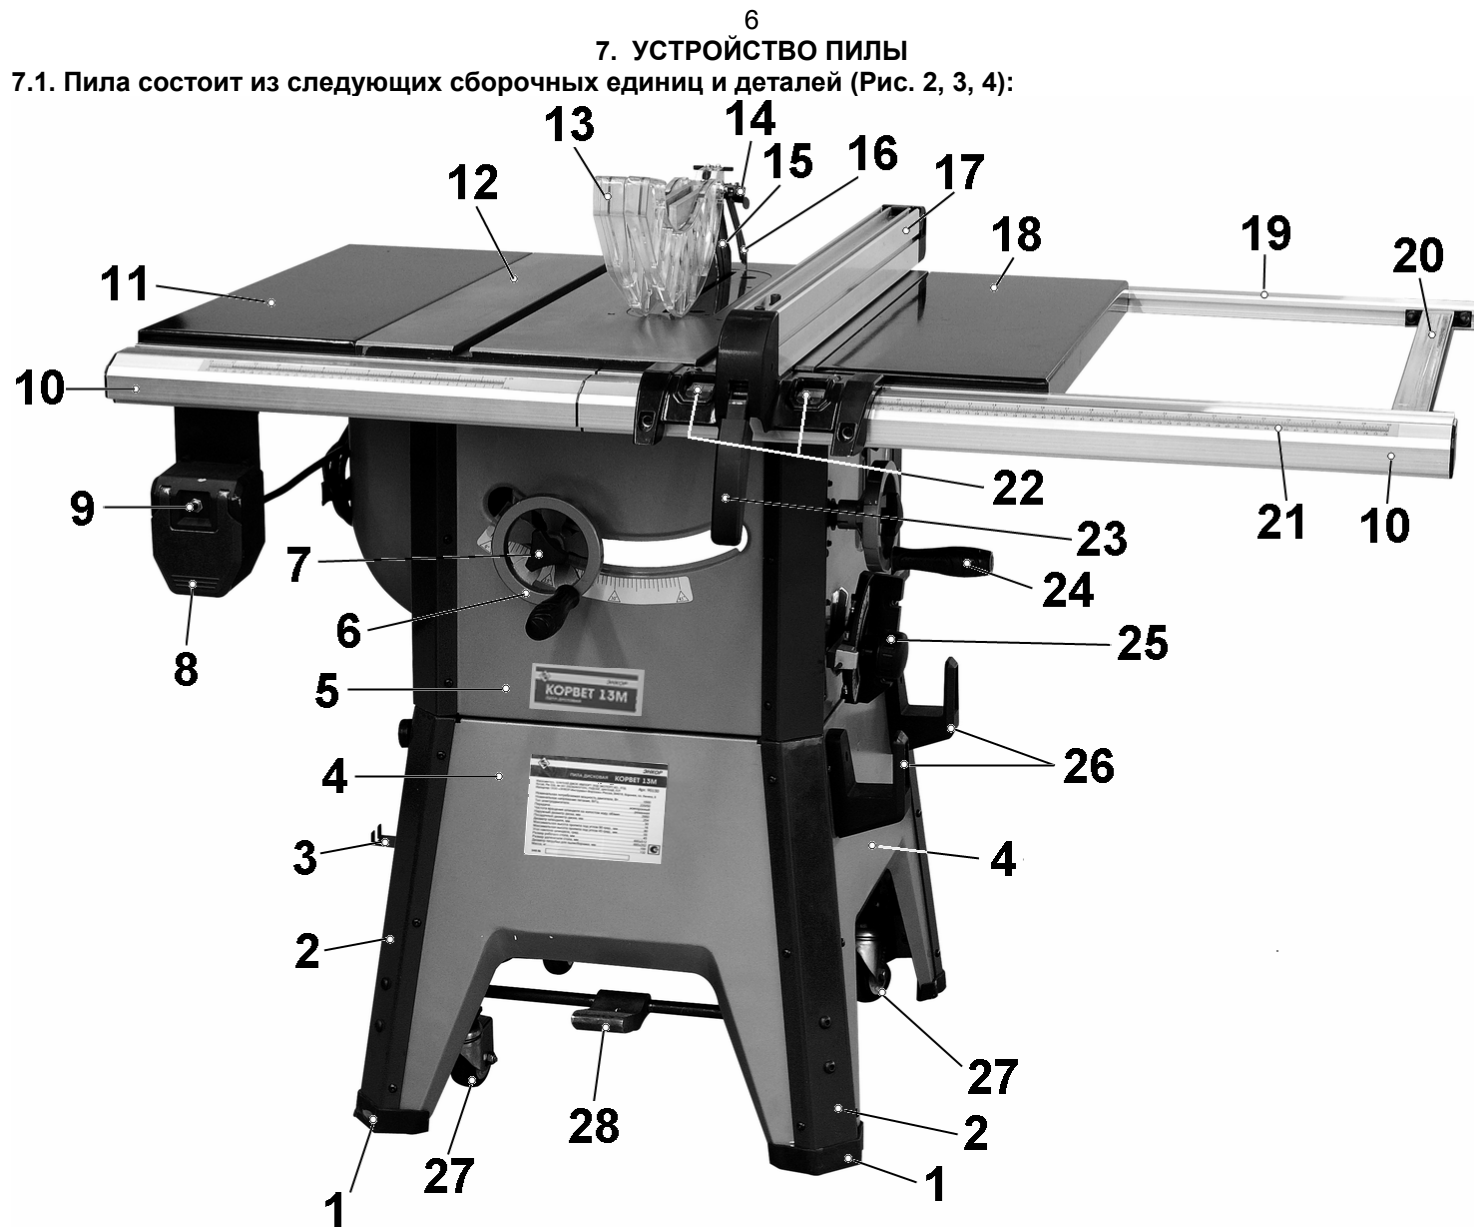

Рис. 2
7.1. Пила состоит из следующих сборочных единиц и деталей (Рис. 2, 3, 4):
## 11.2. Пиление (Рис. 2)